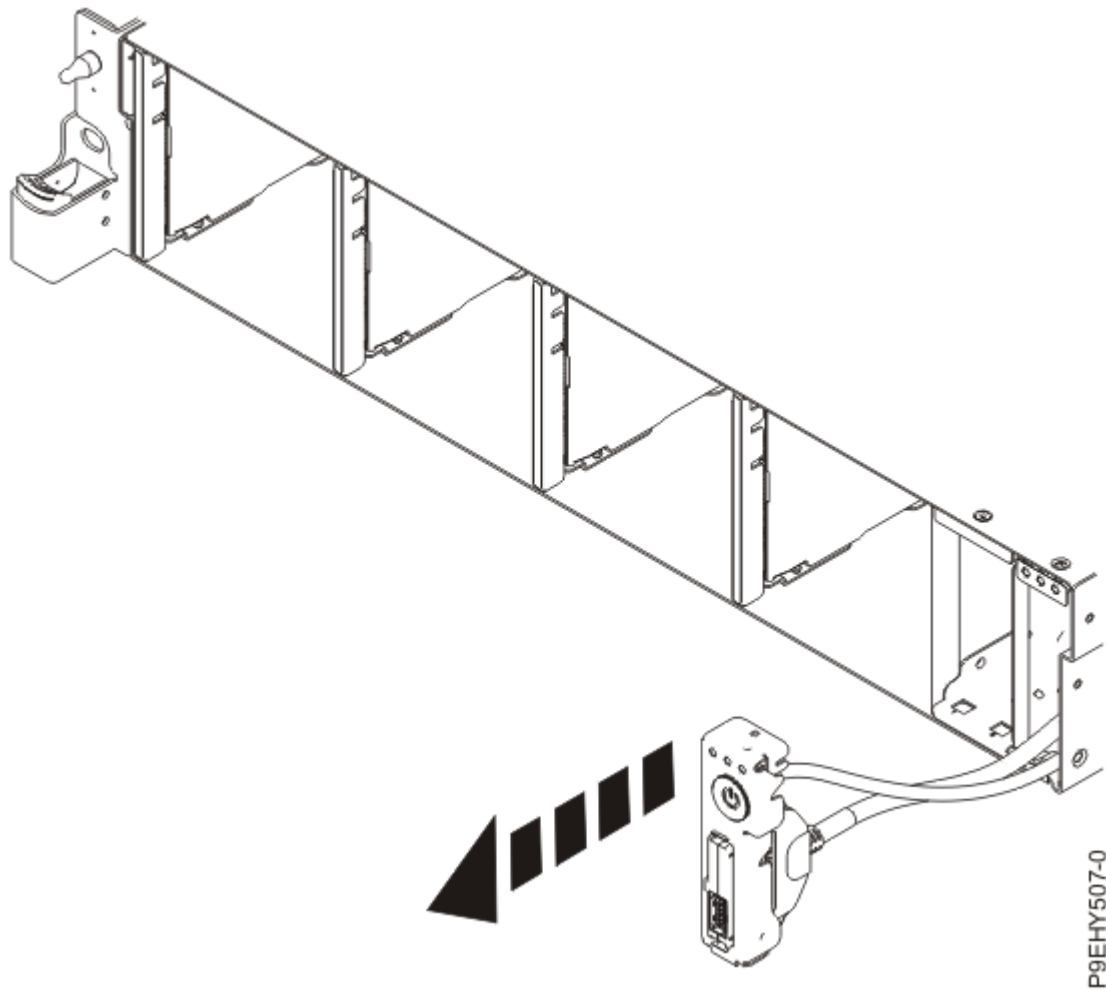

図 103. 電源スイッチおよびケーブルの引き出し
9. システムから電源スイッチを引き出します (126 ページの図 103 を参照)。